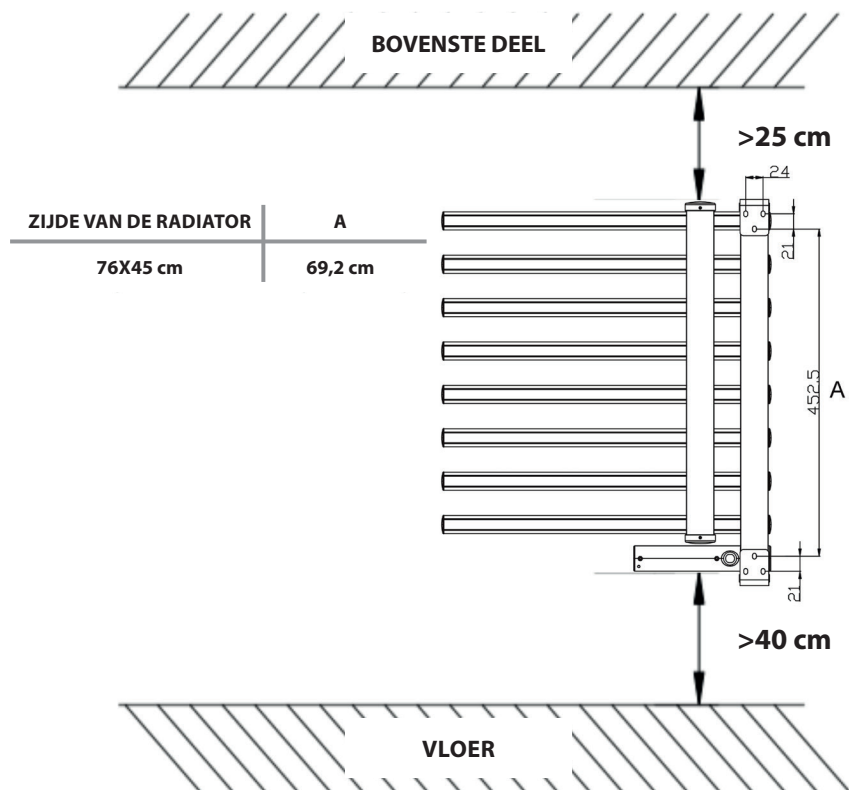

Fig2
1. Boor 4 gaten van Ø8 mm volgens de afmetingen weergegeven in Fig. 2.